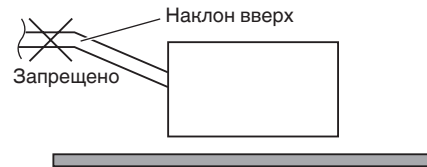

Рис. 3-12
- Не устанавливайте трубу с наклоном вверх от соединения с портом. Это приведет к обратному потоку дренажной воды и утечке из блока, когда он не работает. (Рис. 3-12)